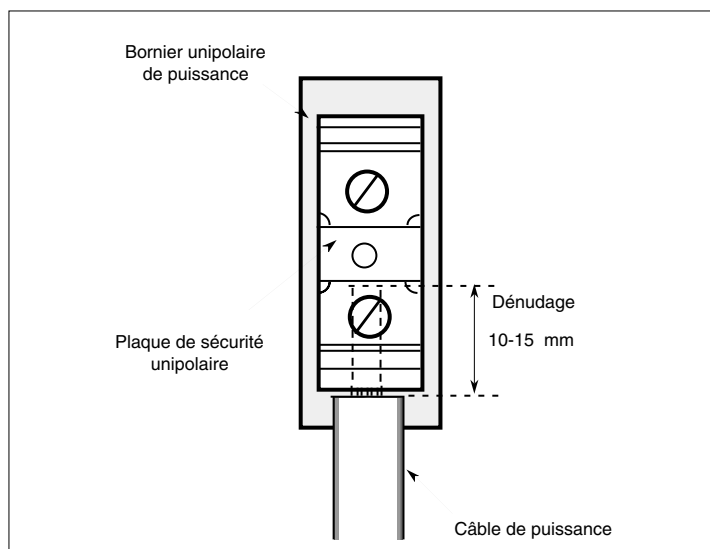

Figure 3-2 Câblage d'une borne de puissance du gradateur TU1470
- enlever les plaques de sécurité unipolaires sur le bornier de puissance en bas du gradateur (voir figure 3-2)